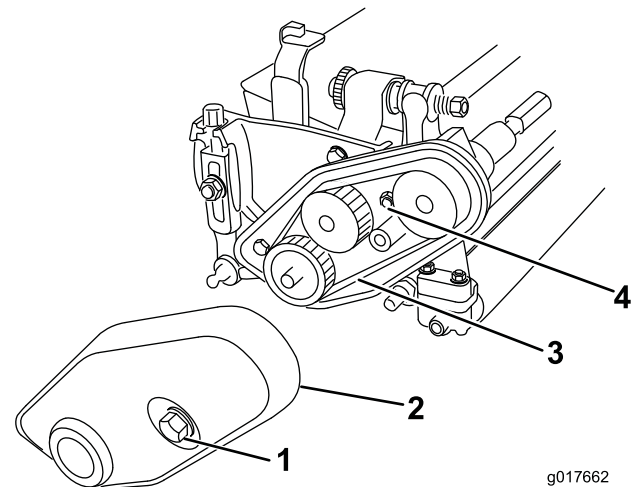

図 3
7. ベルトカバーをCuttingユニットの左側に固定しているキャプティブ組み込みボルトをゆるめてカバーを取り外す 図 3。
8. ベルト張りナットをゆるめてベルトを外す 図 3。